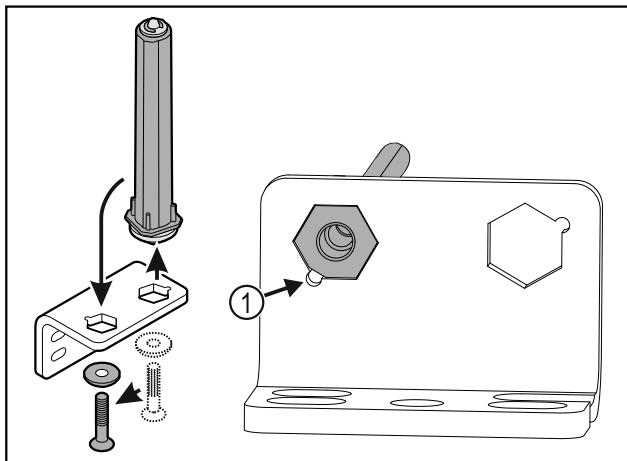

Fig. 25
- ▶ Dbejte, aby při vsazování ukazovalo zešíkmení čepu Fig. 25 (1) ke kulatému otvoru.